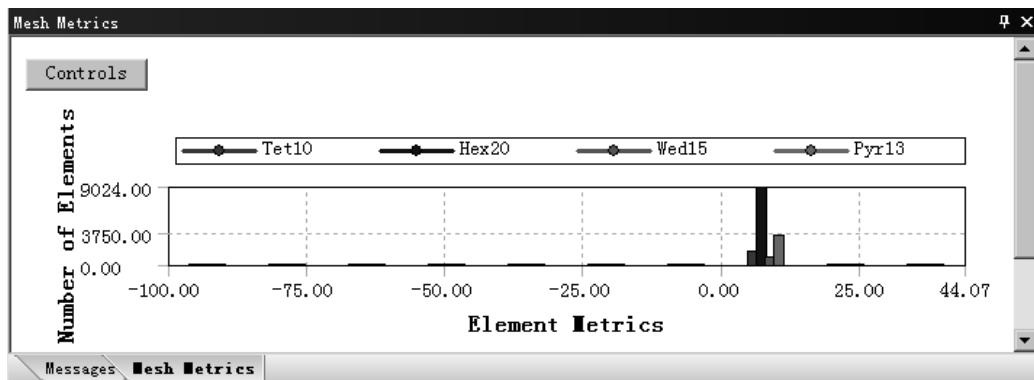

图 4.5.11 检查结果统计图表（三）
- Jacobian Ratio（雅克比率）。雅克比率适应性较广，一般用于处理带有中节点的单元，选择此选项后，在信息栏中打开图 4.5.11 所示的检查结果统计图表。